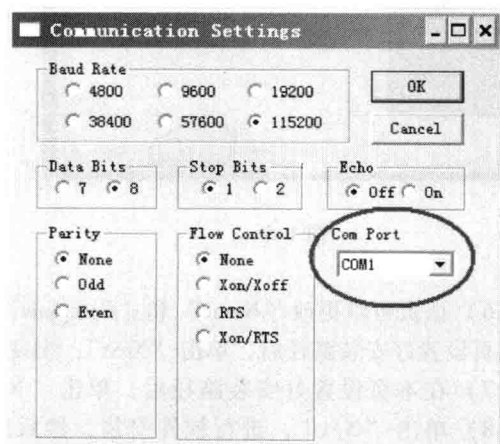

图 1-11
2) 根据串口线实际接到电脑串口的情况选择串口端口：依次单击菜单“ComPort”——“settings...”，打开串口通信设置子菜单，如图 1-11 所示。